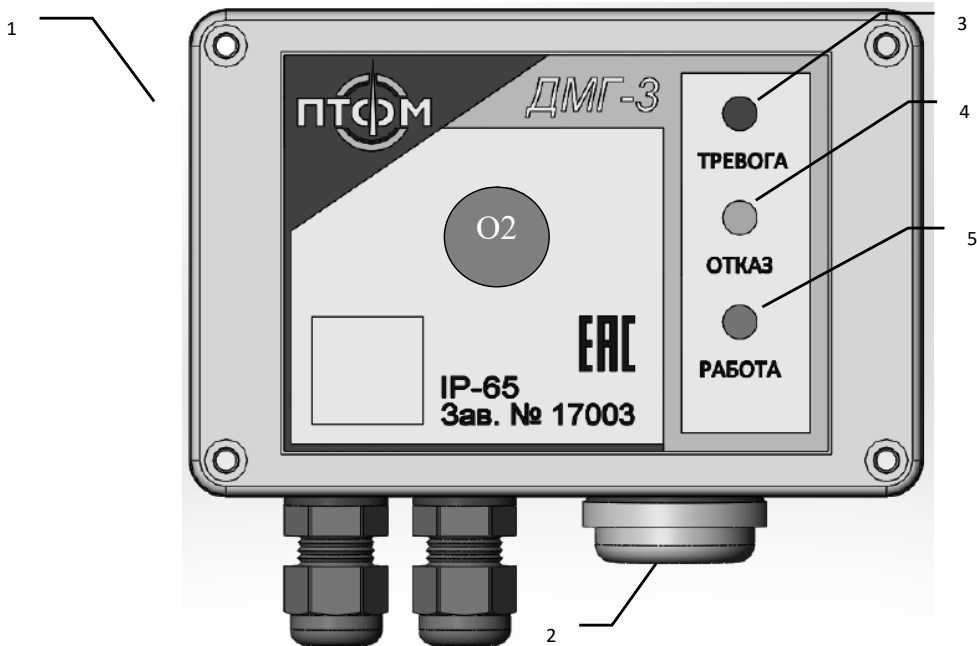

Рисунок 2 — Передняя панель детектора
На лицевой панели детектора в импульсном режиме загорается красный светодиод «ТРЕВОГА» (рисунок 2). Через время задержки срабатывания (табл. 1.2) переключается состояние реле «ПОРОГ 1» (только для ДМГ-ЗКР). После удаления газа – повышении концентрации выше предупредительного порога сигнализация и реле переключаются в исходное состояние автоматически.
На лицевой панели детектора красный светодиод «ТРЕВОГА» работает в режиме непрерывного свечения (рисунок 2). Через время задержки срабатывания (табл. 1.2) переключается состояние реле «ПОРОГ 2» (только для ДМГ-ЗКР).
- назначение светодиодных индикаторов (рисунок 2).